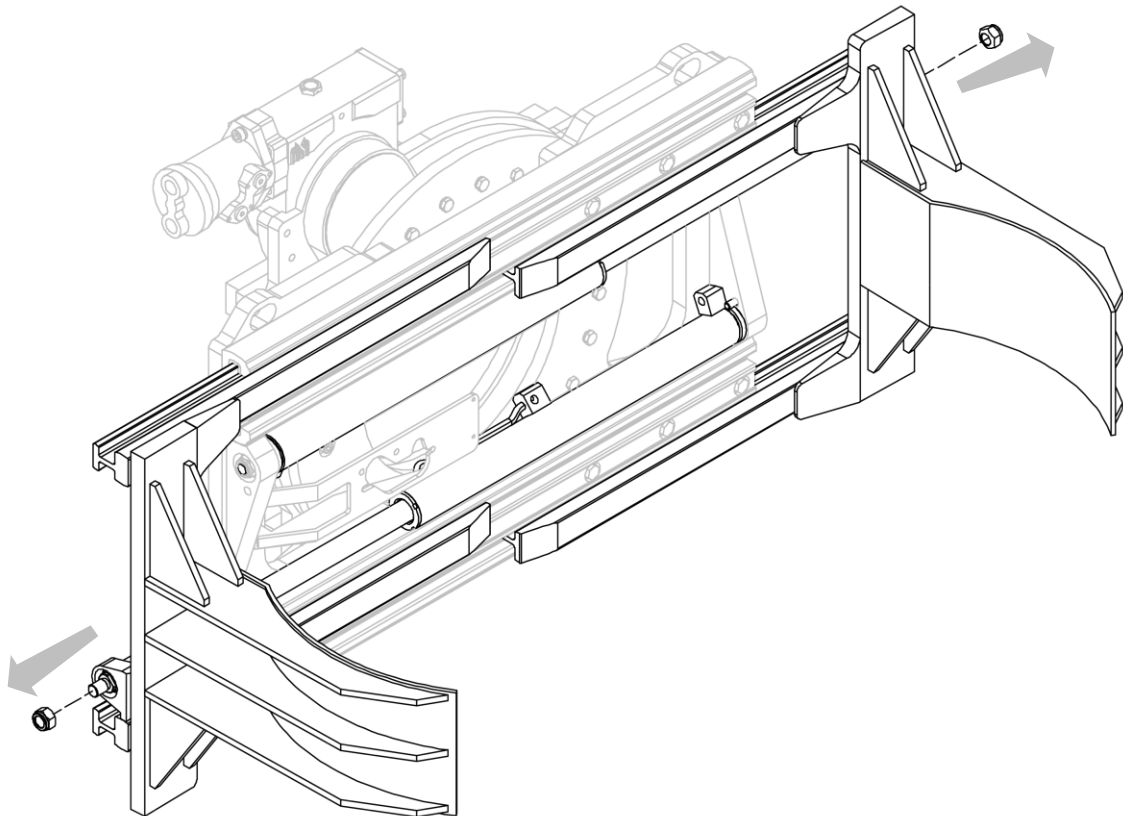

Figura 36
3. Quitar las tuercas que bloquan los cilindros a los perfiles (mira *Figura 36*).